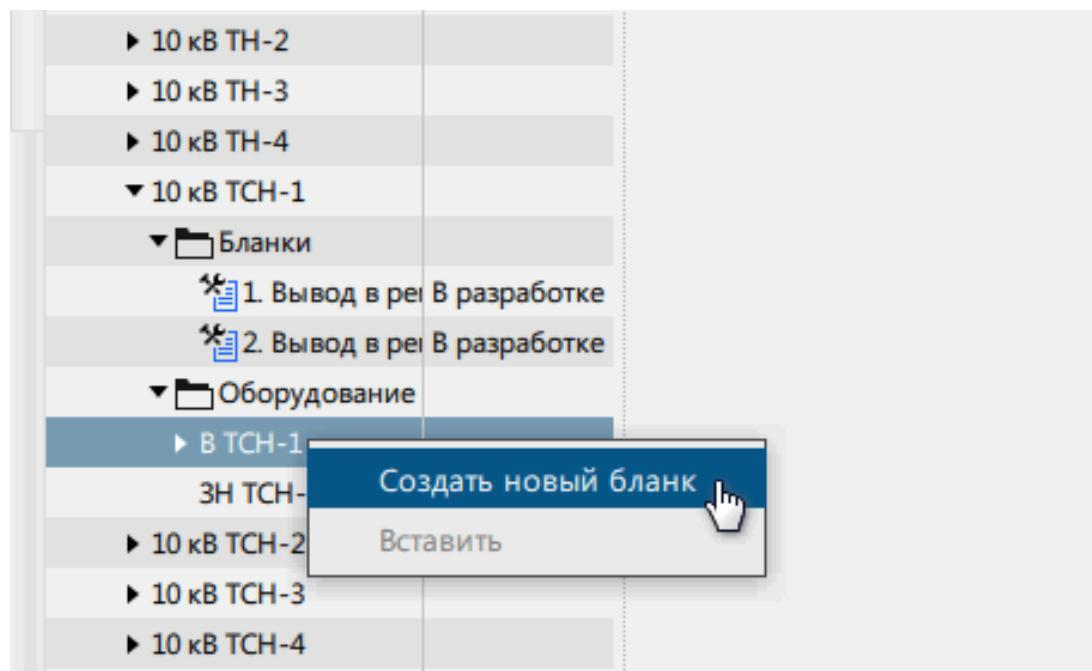

Рисунок 126 - Создание бланка
3. Нажмите **ПКМ** по оборудованию и выберите команду **Создать новый бланк** (Рисунок 126). Появится бланк со статусом «В разработке».